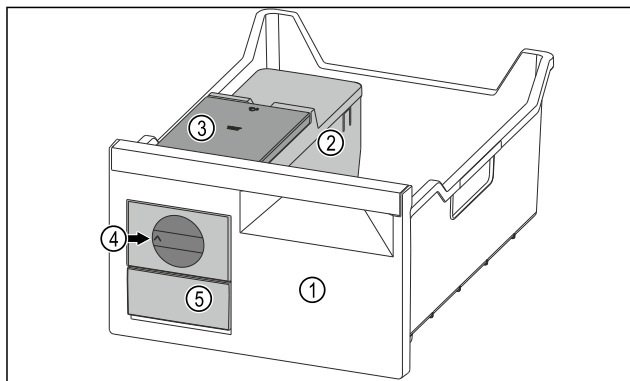

Fig. 108 Przykładowa prezentacja
- Pokrętko Fig. 108 (4) obrócić zgodnie z ruchem wskazówek zegara.
- Kostki lodu wypadają do pojemnika na kostki lodu w szufladzie na kostki lodu Fig. 108 (5). Jeżeli nie wszystkie kostki lodu zostaną zwolnione z pojemnika na kostki lodu: